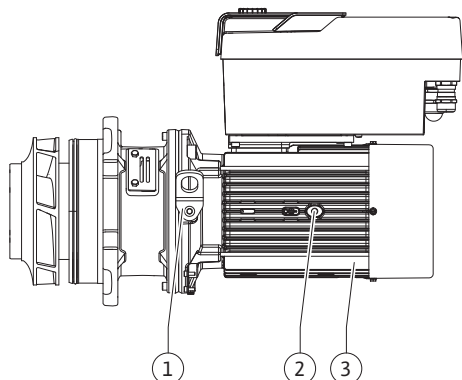

Fig. 108: Motor-løpehjulsenhet
13. Før inn motor-løpehjulsenhet (se Fig. 108) i pumpehuset, og posisjoner den i den gamle posisjonen eller en annen ønsket, vinklet posisjon. Ta hensyn til de tillatte monteringsstillingene for komponentene (se kapittelet «Godkjente monteringsstillinger og endring av komponentplasseringen før installasjon» [► 20]).
14. Det anbefales å bruke monteringsbolter (se kapittelet «Tilbehør» [► 16]). Etter at lanterneføringen griper merkbart (ca. 15 mm før endeposisjon), er det ikke lenger fare for velt eller tilting. Når motor-løpehjulsenheten er sikret med minst én skruer (Fig. I/III, pos. 10 eller Fig. III/IV, pos. 29), kan festeutstyret fjernes fra transportløkkene.
15. Skru inn skruene (Fig. I/III, pos. 10 eller Fig. III/IV, pos. 29), men ikke trekk til fullstendig. Mens skruene skrues inn, blir motor-løpehjulsenhet trukket inn i pumpehuset.